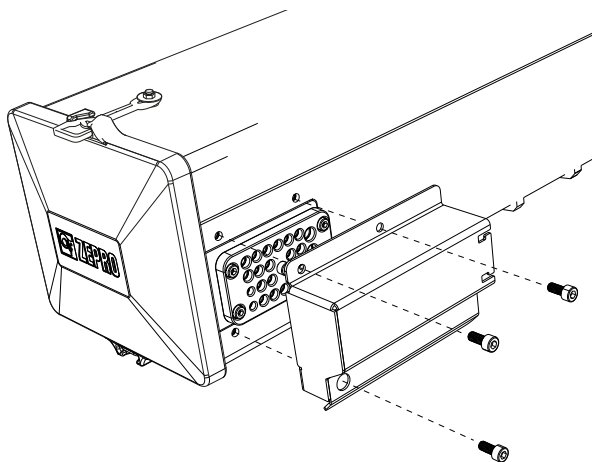

Bild 76. Kabelgenomföringens skyddskåpa sitter monterad med tre skruvar
1. Demontera kabelgenomföringens skyddskåpa, den sitter monterad med tre skruvar, se Bild 76.
2. Montera kabelgenomföringens skyddskåpa med de tre tillhörande skruvarna, se Bild 76. Åtdragningsmoment: 8 Nm.